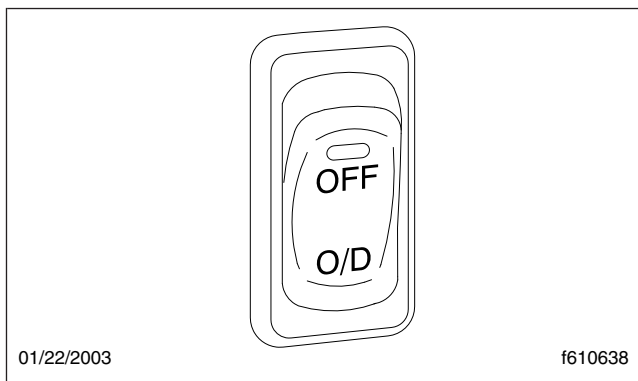

Figura 4.23, Interruptor de bloqueo de la sobremarcha
Cuando la transmisión está en marcha de conducción hacia adelante (D), el vehículo opera en la velocidad de sobremarcha (5ª). Para cambiar a la marcha directa (4ª velocidad), utilice el interruptor de bloqueo de sobremarcha (leyenda O/D). Vea la Figura 4.23. La transmisión cambiará a cuarta y permanecerá en esa velocidad a menos que esté activado un inhibidor de intervalo tal como de velocidad excesiva del motor. Vea el Capítulo 8 para más información sobre los inhibidores de intervalo.